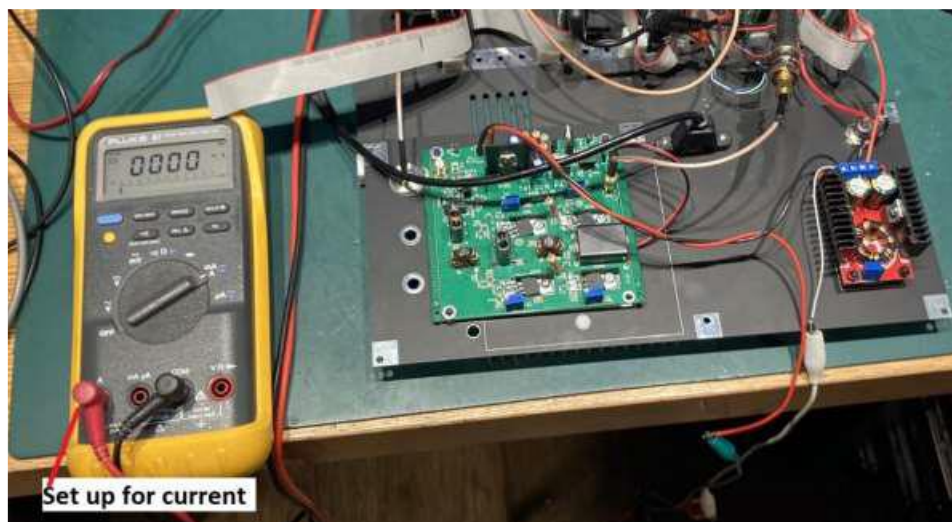

Figure 8-12. Set up for setting bias.
□ Apply 12v DC to the Boost Converter. Monitor its output voltage with a multimeter. Turn the blue potentiometer on the Boost Converter module until the voltage on the output terminals reads +25 volts. Figure 8-12 shows a typical test setup. Notice the clip leads from the boost converter. The green clip goes to the +25V on the J8 terminal block and its black lead goes straight into the GND screw terminal of the boost converter. The other end of the green clip lead completes the connection through the DVM (not visible in photo).
バータ モジュールの青いポテンショメータを回して、出力端子の電圧が +25 ボルトになるようにします。図 8-12 は、一般的なテスト セットアップを示しています。ブースト コンバータからのクリップ リード線に注目してください。緑のクリップは J8 端子ブロックの +25V に接続され、その黒いリード線はブースト コンバータの GND ネジ端子に直接接続されます。緑のクリップ リード線のもう一方の端は、DVM (写真には写っていません) を介して接続されます。